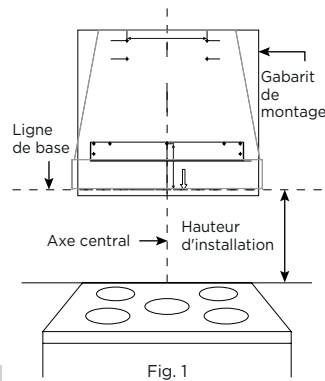

Fig. 1
- Déterminez la hauteur d'installation (consultez le manuel d'installation de la hotte) et tracez une ligne horizontale (ligne de base) sur le mur à la hauteur requise (Fig. 1). -30" pour les cuisinières à gaz. -24" pour les cuisinières électriques